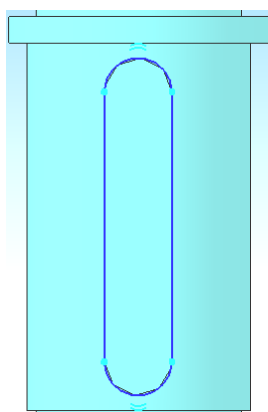

Рисунок 3.3 – Эскиз шпонки
7) На странице Инструментальной панели **Геометрия**  вызовите команду **Спроецировать объект**. Укажите плоскую грань шпоночного паза (должен появиться замкнутый контур шпоночного паза) (рисунок 3.3).